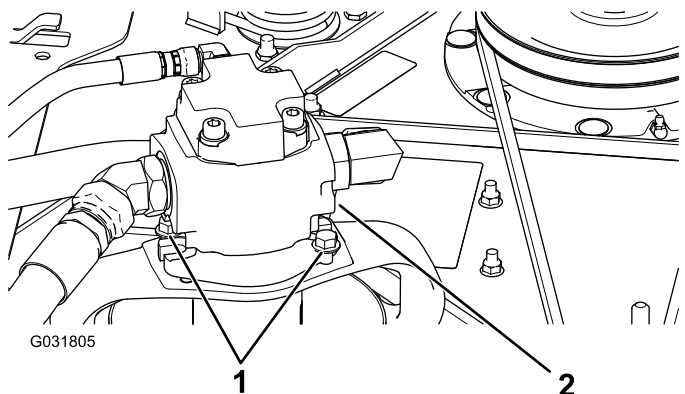

Figura 94
5. Togliete i bulloni che fissano il motore idraulico all'apparato di taglio (Figura 94).
3. Togliete i bulloni che fissano il motore idraulico all'apparato di taglio (Figura 94).